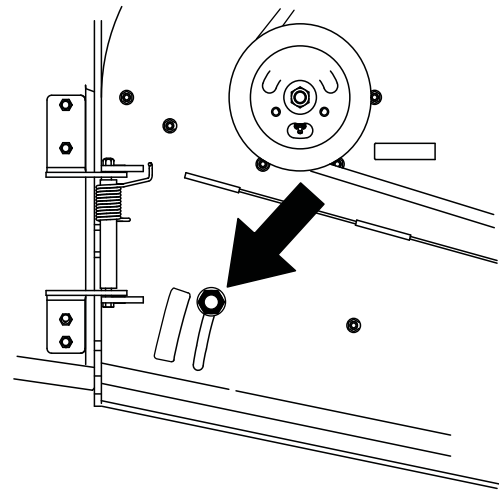

**Figura 29**
3. Para ajustar o abafador, desaperte a porca (Figura 29).